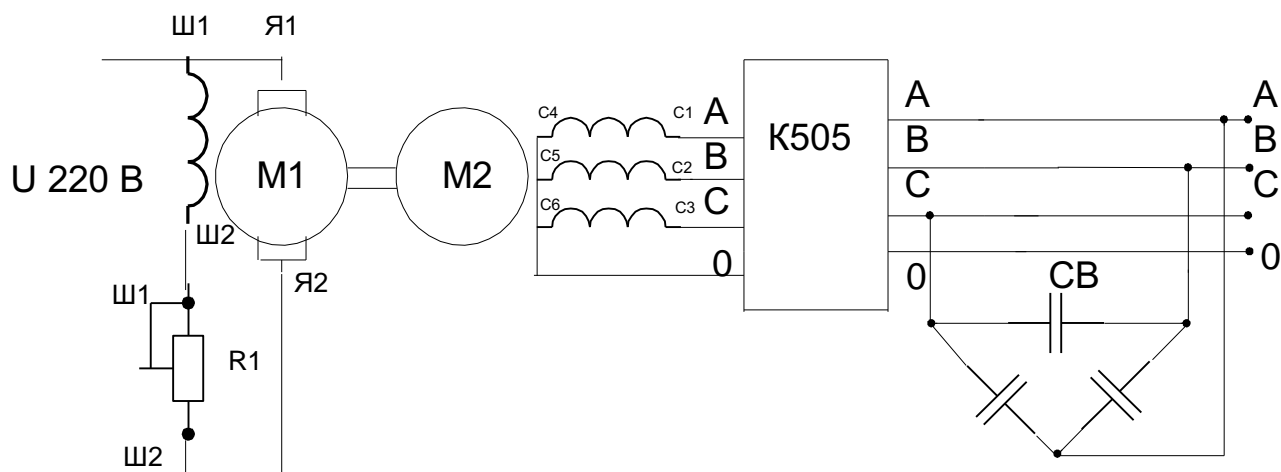

Рис.12.1.Асинхронный генератор.
1.Соберите схему АГ с самовозбуждением согласно рис.12.1. К выводам генератора подключите ламповую нагрузку и подберите значение емкости конденсатора достаточное для самовозбуждения генератора. Подберите значение конденсаторов, при котором напряжение генератора симметричное и не превышает 380 В.